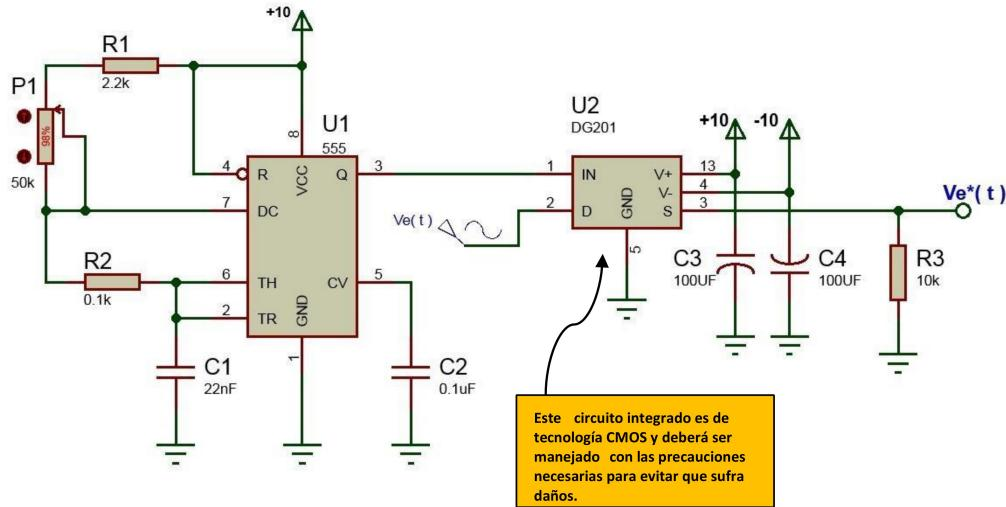
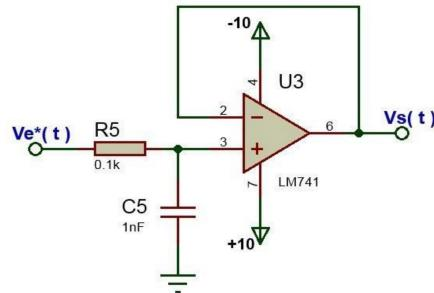

Figura 1.5
Figura 1.6
1. Simule el circuito de la figura 1.5, considere emplear el circuito DG417 en sustitución del circuito DG201 de la práctica, considerando que las terminales de ambos circuitos difieren en posición.
10. Añada el circuito de la figura 1.6 a la salida del circuito de la figura 1.5, el cual realizará la función de retención y observe la señal de salida $Vs(t)$ del circuito 1.6 y como se relaciona con la entrada $Ve(t)$. Anote los comentarios en cuanto a las formas obtenidas, así como las gráficas correspondientes, haciendo las pruebas también para señales de diferentes tipos y frecuencias (triangular y cuadrada).
2. Obtenga la función de transferencia en Laplace del retenedor empleado en la práctica (figura 1.6) indicando de qué tipo es y explicando su funcionamiento.
7. Calcule los parámetros de tiempo del oscilador en modo astable implementado con el circuito LM555 de la figura 1.5 y compárelos con los obtenidos prácticamente. Para esta paso refiérase a la hoja técnica del dispositivo LM555 donde se especifican las ecuaciones de funcionamiento.